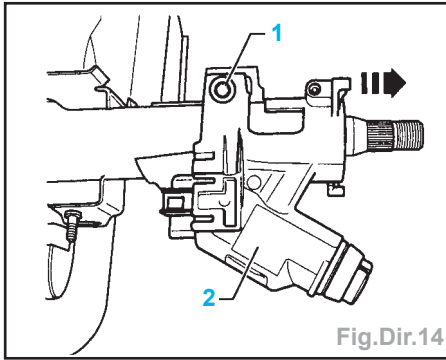

Fig.Dir.14
- Placer le bloc support (B) dans la fixation du tuyau enveloppant.
- Monter la bague d'emprisonnement et le tendeur à vis (2) et le visser au levier de commande (filetage à gauche).
- Placer le levier de commande dans sa position de butée supérieure et serrer le tendeur à vis (2) à 2,2 daN.m.
- Placer la plaque de sûreté (A) et visser l'écrou (1).
- Extraire la vis (1) servant à fixer le corps de la serrure au tuyau enveloppant de la direction (Fig.Dir.14).